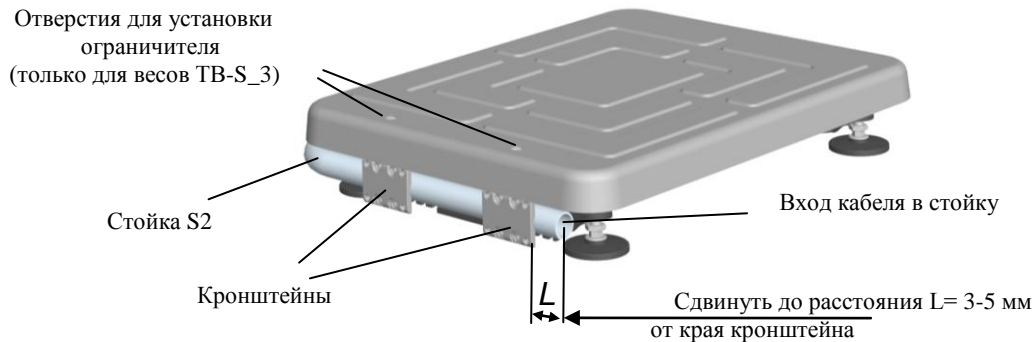

Рис. 6.1 - Крепление круглой вращающейся стойки к модулю ТВ-S
- Сдвинуть стойку S2 на расстояние  $L = 3-5$  мм от края стойки до края кронштейна, Рис. 6.1.